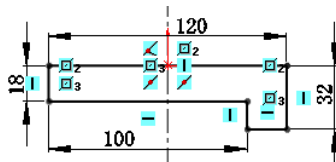

图 3.1.10 修改尺寸
④ 修改尺寸。将尺寸修改为设计要求的尺寸，如图 3.1.10 所示。其操作提示与注意事项如下：